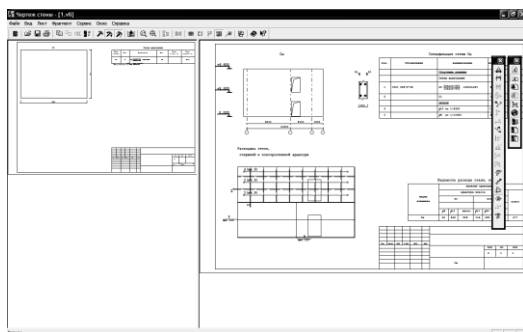

Рис. 1.18. Креслення стіни
23. У програмі **Чертеж стены** використовується режим розподілу вікна документа – вікно документа розділено на дві частини вертикальною лінією. Для переміщення роздільної лінії установіть курсор на цій лінії, натисніть кнопку мишки та, не відпускаючи кнопку, перетягніть лінію і встановіть потрібний розмір вікон. За замовчуванням активна права частина вікна, на якій розташовано креслення **КЖ** – креслення стіни. В лівій частині вікна розміщено креслення **КЖИ** – креслення сіток. За замовчуванням на кресленні КЖИ формується креслення тільки однієї сітки (рис. 1.18). Решту сіток можна додати за допомогою меню **Фрагмент** ⇒ **Добавить** ⇒ **Сетка**.